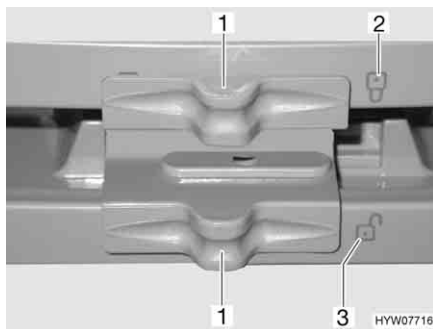

Fig. 223 Bloccaggio della porta del frigorifero/del vano congelatore (serie Dometic 7 con vano congelatore separato)
- Spingere il bloccaggio (Fig. 223,1) di lato in modo che la serratura aperta "☒" (Fig. 223,3) sia visibile.
- Spingere il bloccaggio (Fig. 223,1) di lato in modo che la serratura aperta "☒" (Fig. 223,2) sia visibile.